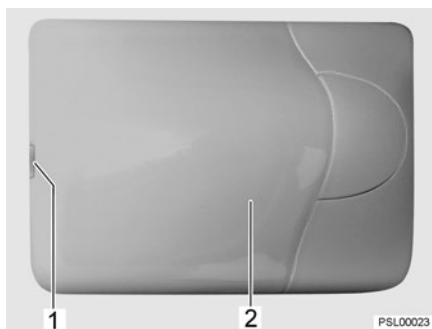

Fig. 167 Luz del habitáculo
- Sacar la tapa (Fig. 167,2) con cuidado, haciendo palanca en la muesca (Fig. 167,1) con una herramienta apropiada (p. ej. destornillador) y retirarla.